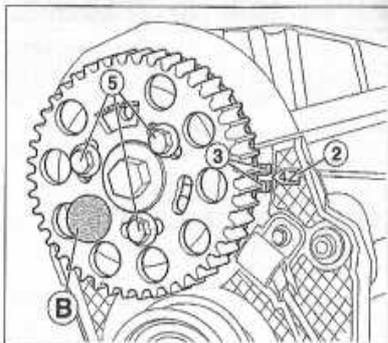

FIGURE 1-10
- Immobiliser l'arbre à cames à l'aide de la pique de calage (B) VAG T20102 ( $\varnothing 6 \times 55$  mm). Dans cette position le repère (2) (flèche) situé sur le carter arrière de distribution doit être aligné face aux ergots de la cible du moyeu d'arbre à cames (3) (figure 1-10).
- Desserrer les vis de fixation (5) (figure 1-10) de la roue dentée d'arbre à cames, jusqu'à ce que l'on puisse tourner la roue dentée dans ses trous oblongs.